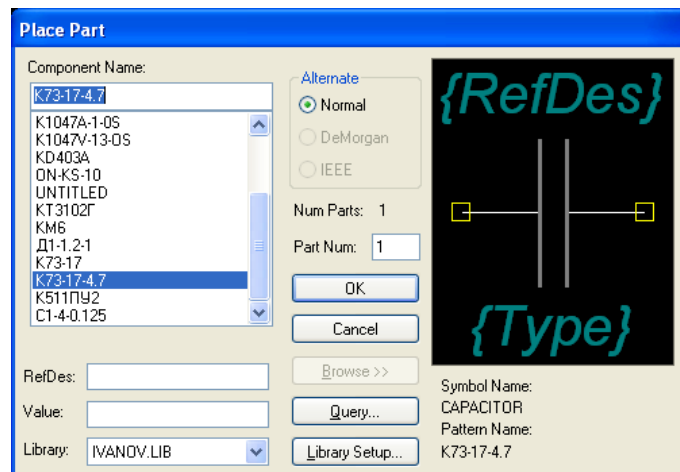

Рисунок 5.7 - Диалоговое окно **Place Part**
- Для размещения УГО элементов в рабочем пространстве листа необходимо выполнить команды **Place/Part** (Размещение элементов) или нажать пиктограмму . Появится одноименное окно **Place Part** (рис. 5.7).
- В диалоговом окне **Place Part** (рис. 5.7) выбрать конденсатор **K73-17-4.7** и щелкнуть по кнопке **OK**. Нажать на клавишу **R**, элемент повернется на 90°. После этого курсором указать на рабочем поле место для его размещения - точку с координатами (**60; 240**) либо ввести эти координаты с клавиатуры. Для чего нажать клавишу буквы **J**, набрать координату **X - 60**, нажать **Tab**, затем набрать координату **Y - 240** и нажать **Enter**. Курсор окажется в точке с этими координатами. Щелкнуть ЛК, а затем ПК. Элемент будет установлен на место.